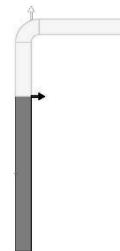

图 6-13 【等距】生成的边线法兰
- 等距：勾选此复选框，将生成一个两边相等的边线法兰，如图 6-13 所示。